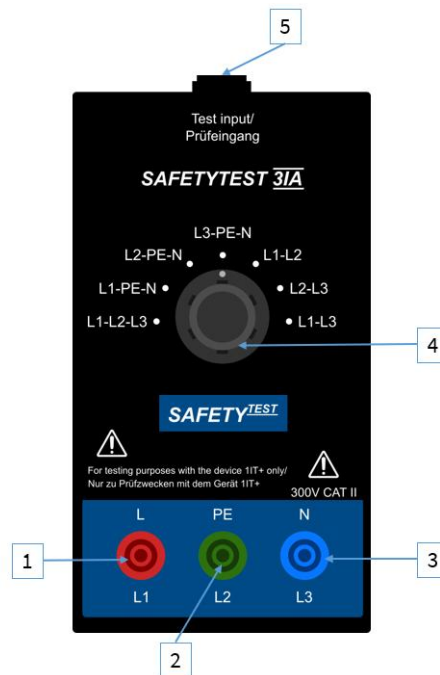

Bild 1
4.1 Buchsenanschlüsse (Bild 1: 1, 2, 3)
4.2 Drehschalter (Bild1: 4)